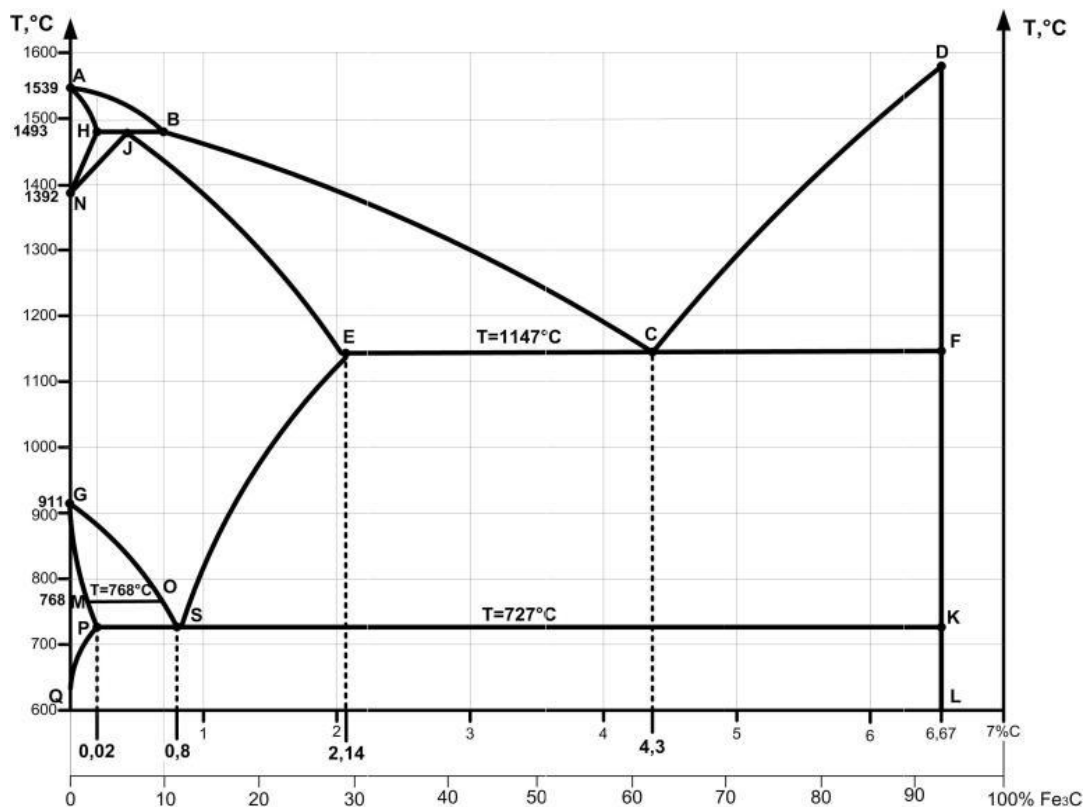

Рисунок 1 Диаграмма состояния железо-цементит
1. По диаграмме состояния железоуглеродистых сплавов (рисунок 1) построить кривую охлаждения для сплава с содержанием углерода 1%.